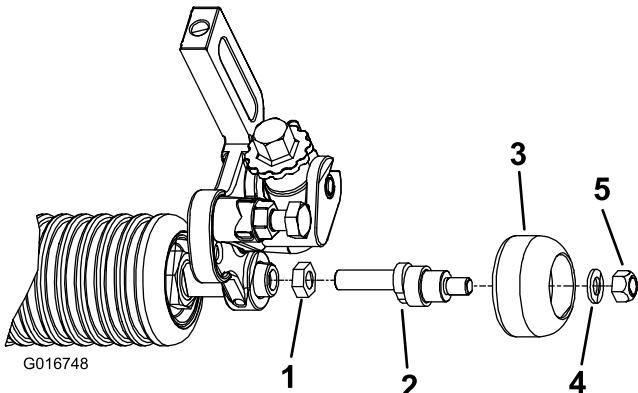

Figure 1
- Vissez l'écrou de blocage déformable jusqu'au bout sur l'extrémité filetée la plus longue de l'arbre déporté (Figure 1). L'extrémité déformée de l'écrou de blocage se place en dernier. Ne serrez pas.
- Appliquez du Loctite bleu sur le filetage de la longue extrémité filetée de l'arbre déporté (Figure 1).
- Insérez le rouleau auxiliaire dans l'autre extrémité de l'arbre déporté et fixez-le en place avec une rondelle et un contre-écrou (Figure 1).